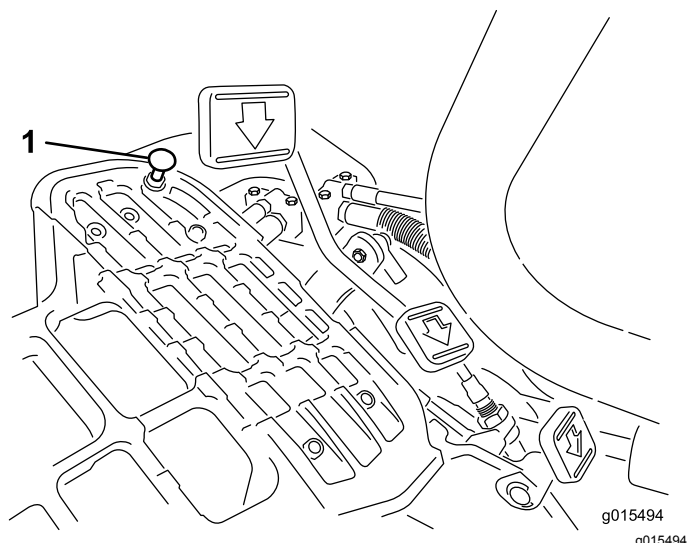

Figura 33
Para obter a velocidade máxima de transporte, engate a alavanca de controlo de função na posição TRANSPORTE e carregue para baixo no pedal de tração. Se o pedal entrara em contacto com o batente (Figura 33) antes de sentir tensão no cabo, é necessário efetuar o seguinte procedimento de ajuste:
1. Ponha a alavanca de controlo de funcionamento na posição TRANSPORTE e liberte a porca de bloqueio que fixa o batente do pedal à placa inferior (Figura 33).